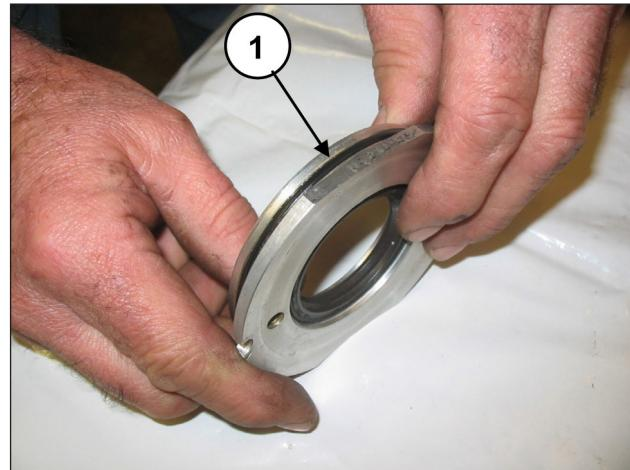
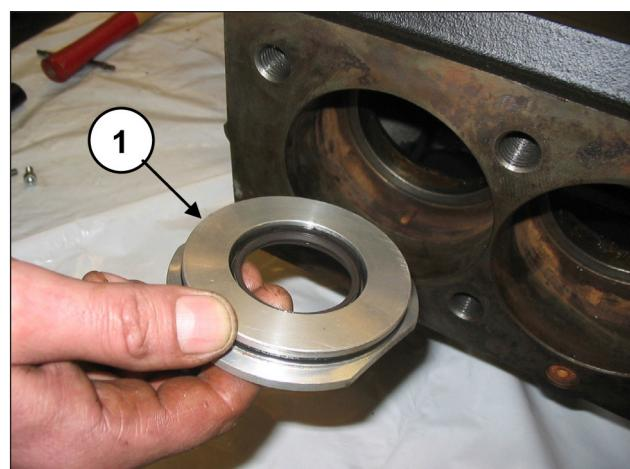

图 140
图 141
将O形圈（位置①，图 140）定位在油封盖底座中，将已安装的组件插入泵壳的专用底座（位置①，图 141）中。